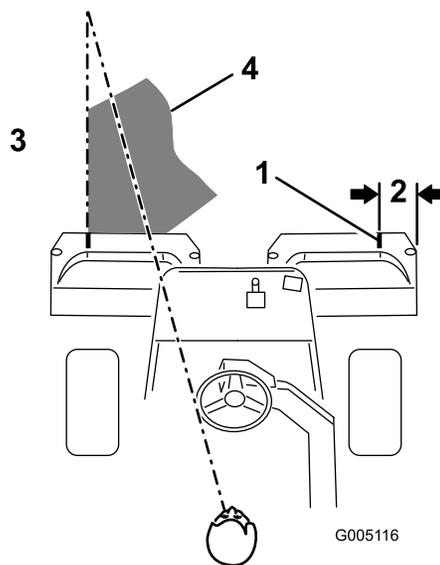

图24
**注意** 为了保持以直线方式穿过果岭、并使得机器与此前剪草的边缘保持等距请在机器前到果岭未剪部分的边缘虚构一条长约 1.83m 的视线图24。有些操作员发现将方向盘的外缘看作视线的一部分非常有用即让方向盘边缘对准与机器前面始终保持等距的某个点。